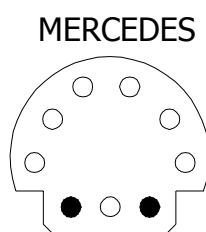

Fig. 1
- Executar as ligações e introduzir o cabo do captador na respectiva tomada situada no alojamento do motor (vedi Fig. 1).
- Apertar a tecla **lâmpada/captador (8)** e certificar-se de que o **led dos graus de adiantamento do captador (4)** se acenda.
- Apertar a tecla de **seleção do captador (6)** e certificar-se de que se acenda um dos dois **led (5)** ou **(7)** correspondente ao tipo de captador selecionado (positivo ou negativo).
- Verificar que o display dos graus indique a defasagem correta do captador com relação ao PMS (veja tab. 1). Caso contrário regular o valor virando o **Desviador (10)**.